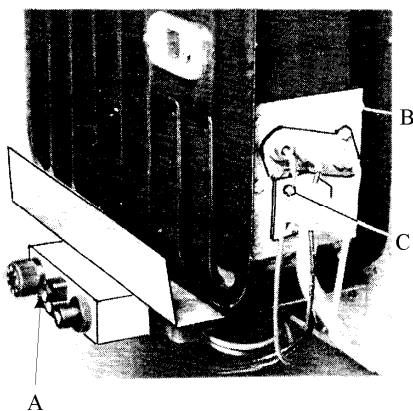
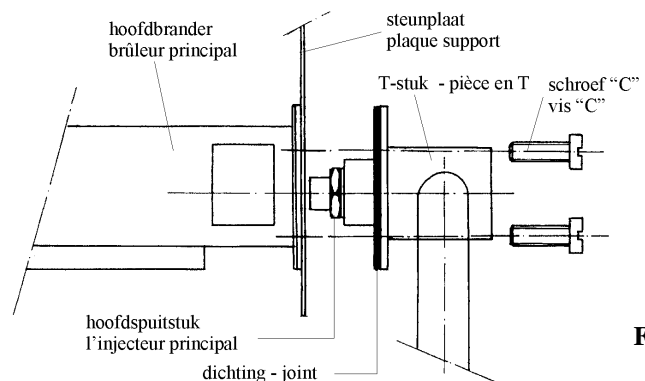

Fig. 6
Fig. 7
- met platte sleutel van 7 de bevestigingsschroef of (schroeven) A voor het regelblok los schroeven (fig. 6)
- de 6 parkervijzen (B), die het geheel van de steunplaat voor brander en waakvlam bijhouden, losvijzen en verwijderen (fig. 6).
- de 2 schroeven (C) losvijzen en hoofdbrander verwijderen.
- het spuitstuk is nu zicht- en bereikbaar (fig. 7).
- dévissez avec une clef de 7 la ou les vis (A) pour la fixation du bloc de sécurité (fig. 6).
- enlevez les 6 vis Parker (B) qui retiennent l'ensemble de la plaque support brûleur et la veilleuse (fig. 6). Retirez celles-ci.
- dégager le brûleur en dévissant les 2 vis (C)
- l'injecteur principal est alors dégagé (fig. 7)